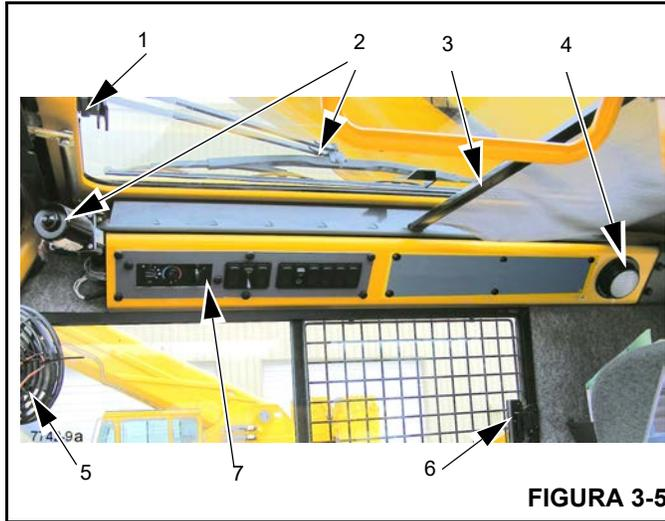
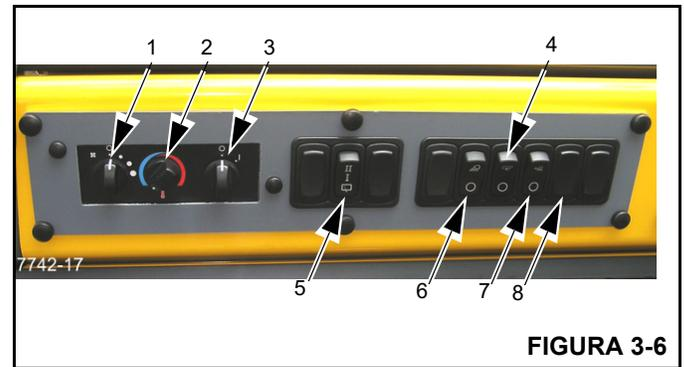

FIGURA 3-5
FIGURA 3-6
Consulte Figura 3-5.
El limpiacristal del techo (2) es controlado por el interruptor del limpiacristal (5, Figura 3-6) y accionado por el motor indicado.
Consulte el artículo (7) en la Figura 3-5 y la Figura 3-6.
El interruptor de limpieza de sistema de escape del motor (8, Figura 3-6) se encuentra en el lado derecho del tablero de control superior. Este interruptor es un interruptor de tres posiciones, inhibir regeneración/permitir regeneración y comenzar regeneración. Presione este interruptor para iniciar la Limpieza del sistema de escape o para inhabilitar la Limpieza del sistema de escape:
Con el motor en funcionamiento, oprima y suelte la parte superior del interruptor (9, Figura 3-6) para acelerar el motor a la velocidad máxima. Oprima el interruptor, sin soltarlo, para aumentar lentamente la velocidad del motor. Oprima la parte inferior del interruptor para retornar el motor a la velocidad de ralentí normal.